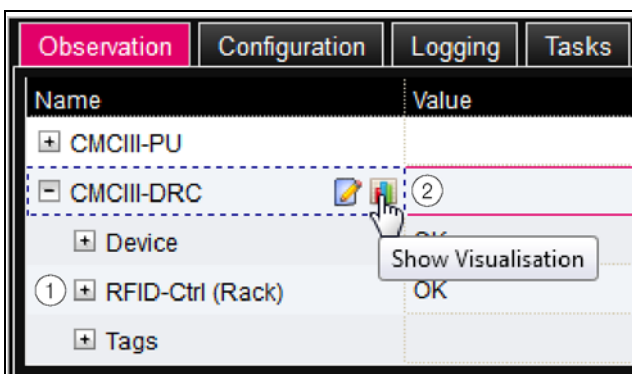

Рис. 13: Древоподобное отображение
Когда после выбора уровня "CMCIII-DRC" отображаются нижестоящие элементы "Device", "RFID-Ctrl" и "Tags" (рис. 13, поз. 1), перейдите в отображение в форме таблицы следующим образом:
■ Нажмите на цветной графический символ в виде диаграммы рядом с элементом "CMCIII-DRC" (рис. 13, поз. 2).
Отображение поменяется на древоподобную структуру (рис. 13) и Вы можете целенаправленно получить доступ к отдельным настройкам.